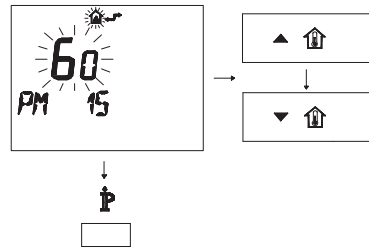

Figura 5.41
- Modificare il SET programmato agendo sui pulsanti  o  fino a visualizzare un **set di 60**, aspettare che il numero programmato cominci a lampeggiare (Figura 5.41).